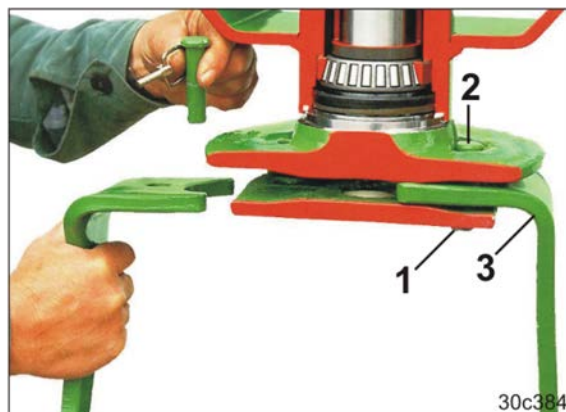
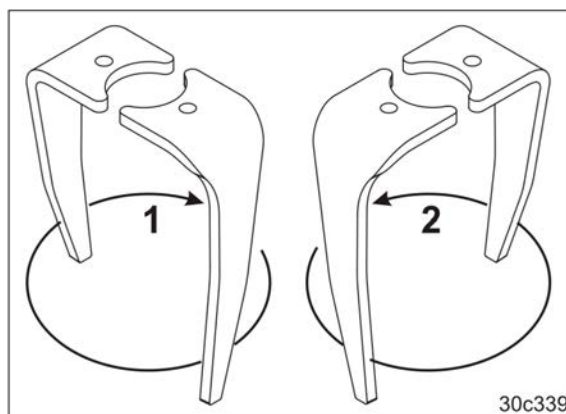

Fig. 106
Fig. 107
2. Fjern ringstiften (Fig. 106/1)
3. Slå bolten (Fig. 106/2) ud af værktøjsholderen opad.
4. Udskift jordbearbejdningstanden (Fig. 106/3) [se skemaet (Fig. 107)].
Rotorgrubberens jordbearbejdningstænder står "på indgreb", når de, som vist i skemaet (Fig. 107), fastgøres på værktøjsholderne.